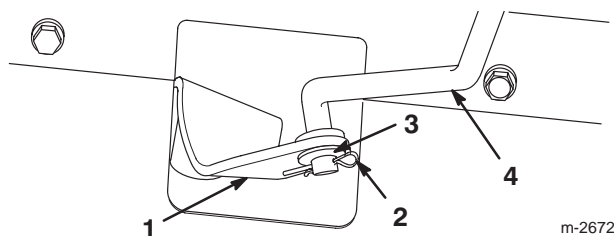
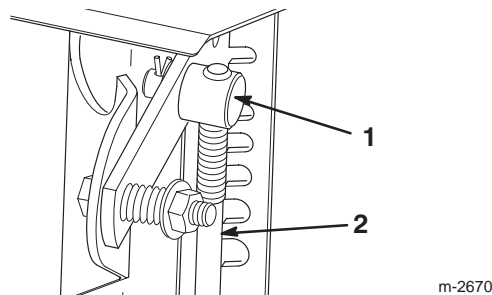

Figure 5
Figure 6
1. Tirez le bras de changement de vitesse à fond vers l'extérieur (Fig. 5).
3. Vissez le haut de la tige de changement de vitesse dans le tourillon (Fig. 6) jusqu'à ce que le bas de la tige puisse être inséré dans le trou du bras de changement de vitesse (Fig. 5).
4. Insérez la tige de changement de vitesse dans le bras, mettez une rondelle plate sur la tige et fixez le tout à l'aide d'une goupille fendue (Fig. 5).